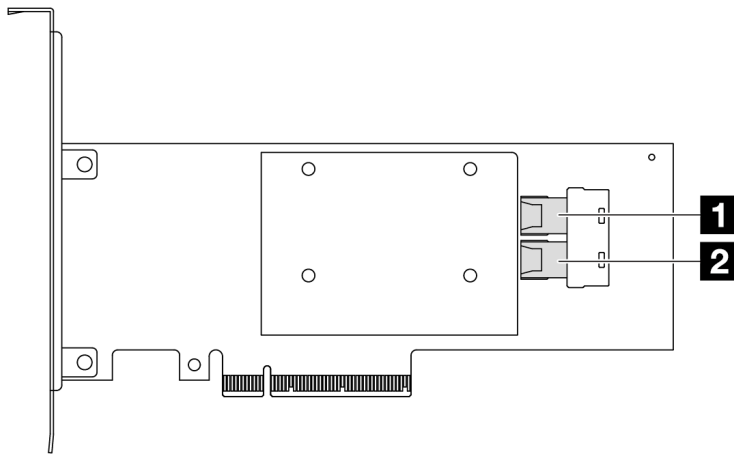

Figura 316. Um adaptador RAID/HBA Gen 3 8i SFF (dois conectores de porta)
- Figura 316 "Um adaptador HBA Gen 3 8i SFF (dois conectores de porta)" na página 351